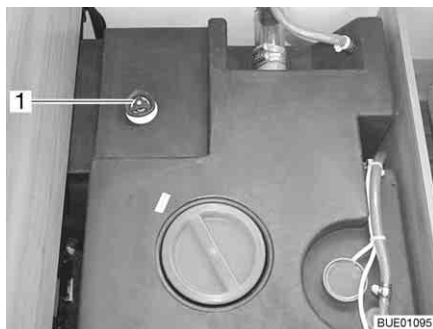

Fig. 227 Serbatoio dell'acqua con maniglia girevole
- Sul serbatoio dell'acqua ruotare la maniglia girevole (Fig. 227,1) in senso antiorario, oltre la resistenza verso l'esterno fino all'arresto, per aprire completamente l'apertura di scarico.